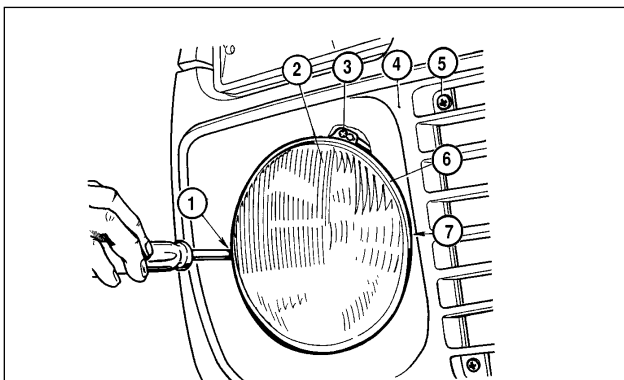

Fig. 7-31. Réglage des projecteurs:
Les projecteurs sont réglés en tournant les vis 1 et 7 (fig.7-31) qui font déplacer l'élément optique dans des plans verticaux et horizontaux.
Allumer les feux de croisement. En actionnant les vis 1 (fig. 7-31) et 7, régler à tour de rôle les faisceaux
- ayant dévissé les vis de fixation 5, enlever l’enjoliveur 4 d’un auvent de carrosserie (fig.7-31);